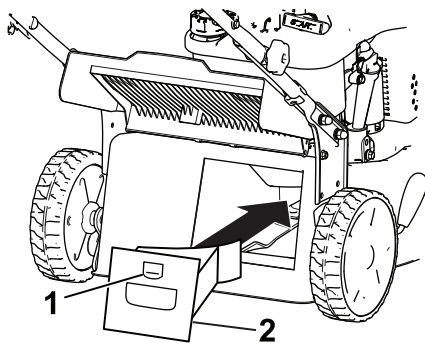

Figure 16
1. Soulevez le volet arrière et gardez-le dans cette position (Figure 16).
2. Montez l'obturateur de mulching dans le carter et verrouillez l'obturateur dans l'ouverture du carter (Figure 16).